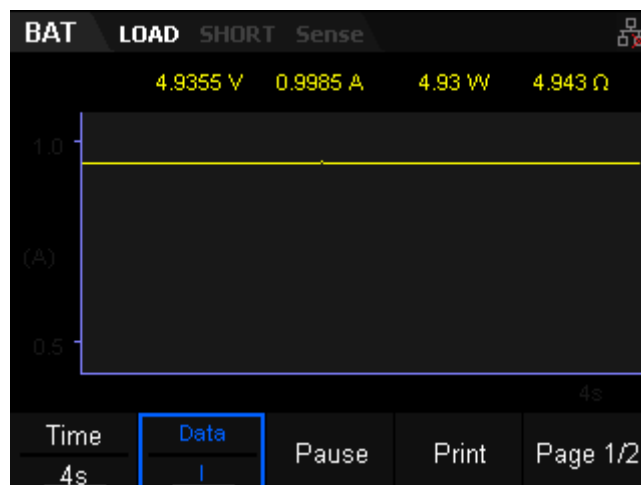

Abbildung 2-40: Wellenformanzeigeschnittstelle von BAT
Drücken Sie die **Anzeige** Taste zum Aufrufen der Wellenformanzeige-Oberfläche, wie abgebildet in Abbildung 2-40. Durch Beobachtung des CC-Wellenverlaufs mit dem auf Strom (I) eingestellten Datenparameter können Sie die Lastentladung mit einem konstanten Strom erkennen. Drücken Sie die **Anzeige** Drücken Sie erneut die Taste, um die Wellenformanzeige zu verlassen. Schnittstelle und Rückkehr zur Hauptschnittstelle des OPPT-Testmodus.